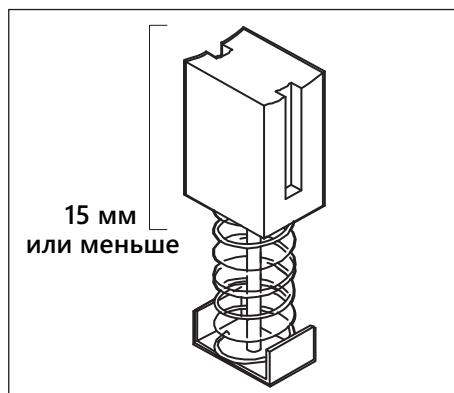

Рисунок 19.
- измерьте длину щёток; замените щётки, если длина любой из угольных щёток изношена до 15 мм или меньше. Установите старые угольные щётки (в их первоначальной ориентации), если ваши щётки не изношены до 15 мм (рис. 19). Обе угольные щётки следует заменять одновременно;